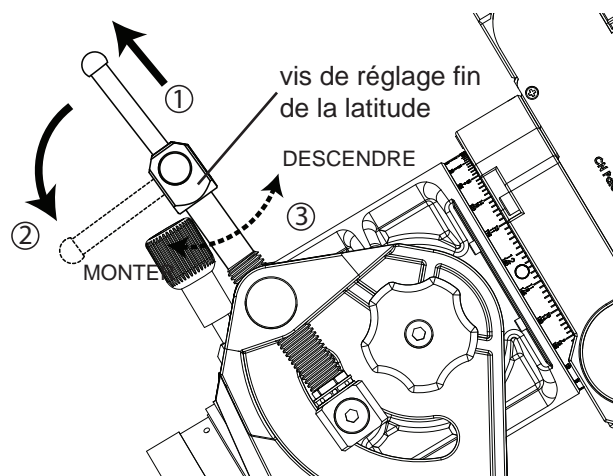
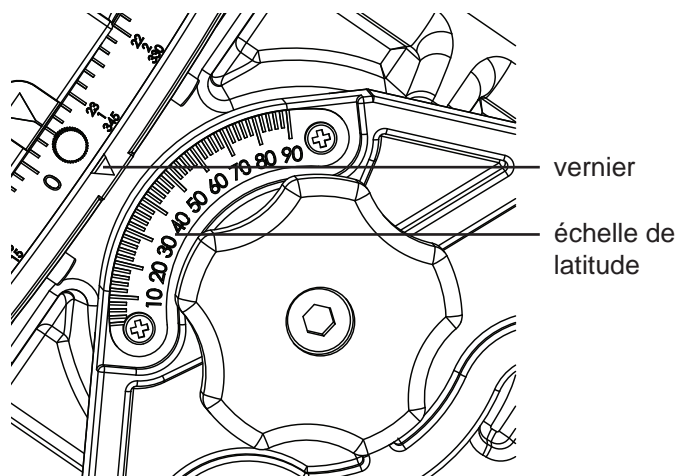

Fig. 2.3b
Fig. 2.3c
2. Abaissez le levier de la vis de réglage fin de la latitude (Fig. 2.3b) et utilisez-le pour tourner la vis et incliner la monture à la latitude voulue, en utilisant conjointement l'échelle de latitude située sur le côté (Fig. 2.3c).
3. Rangez le levier dans la vis de réglage fin de la latitude (Fig. 2.3b).